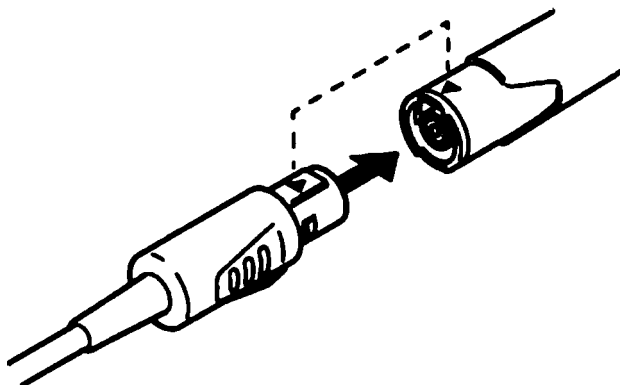
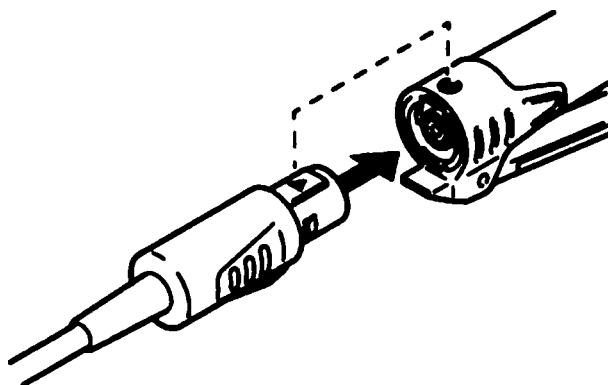

Рисунок 1 — рукоятка без ручного переключателя
Рисунок 2 — рукоятка с ручным переключателем
1. Совместить треугольные отметки ориентации и вставить соединитель Кабеля в конец рукоятки с или без ручного переключателя. См. Рисунок 1 и Рисунок 2.